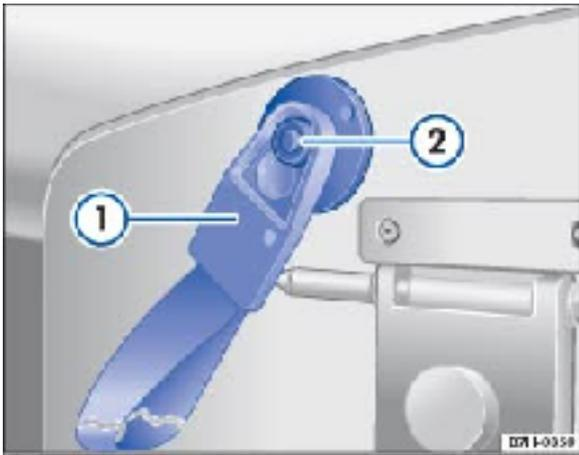

Fig. 48 Fixation de la surface de travail sur l'appuie-tête
- Placez la fixation de la dragonne → Fig. 48¹ sur le pommeau de retenue ² situé sous la surface de travail et bloquez-la.